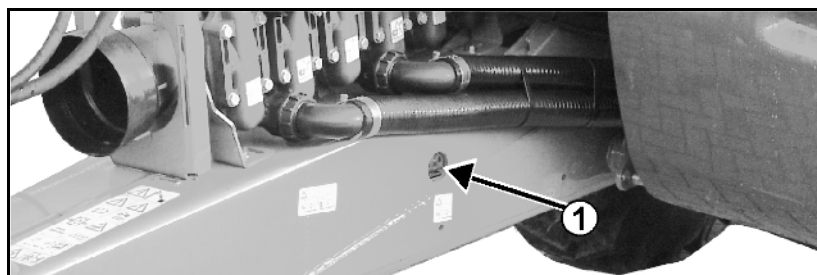

図 6
- 牽引バー (図 6/1) の左右にある 2 箇所の固定ポイント